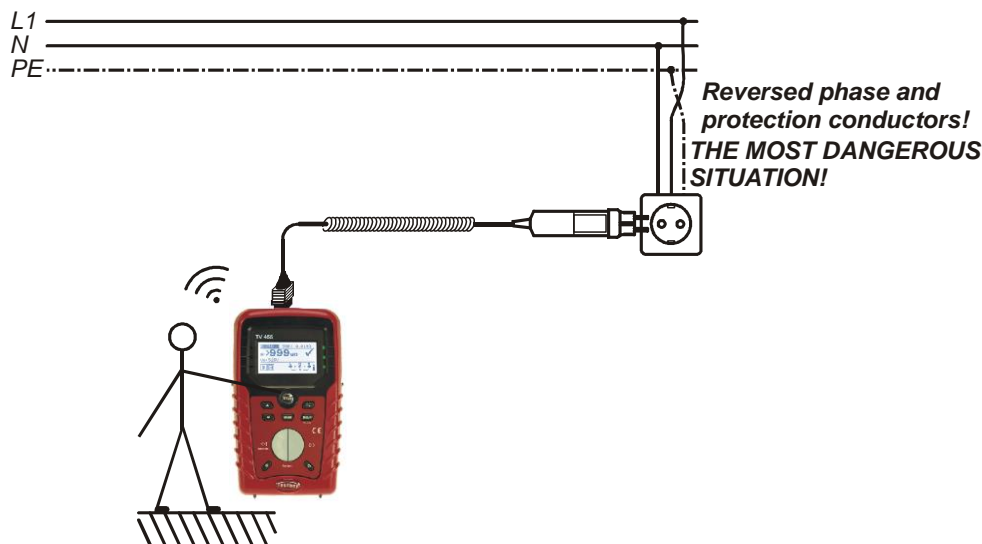

Figure 5.36: Conducteurs L et PE inversés (application du commandant de fiche)
- ❑ **Connecter** les fils d'essai à l'élément à tester (voir *figures 5.36 et 5.37*).